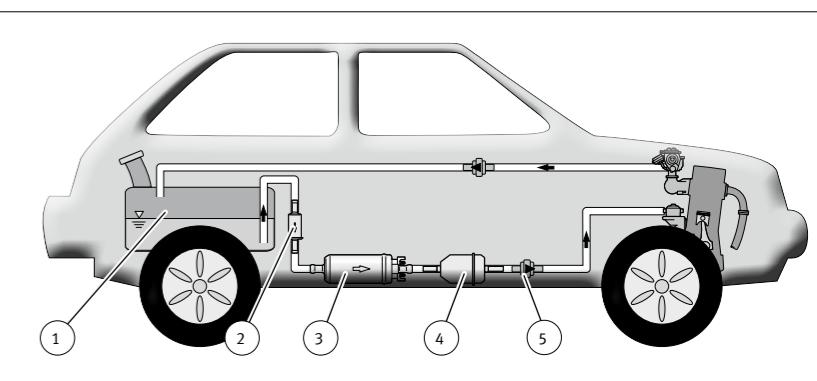
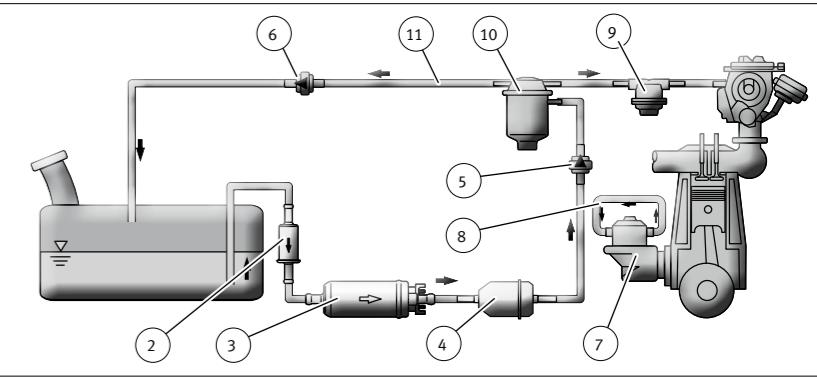

Abb. 1/Fig. 1/Puc. 1/图1
Abb. 3/Fig. 3/Puc. 3/图3
- Comme remplacement d'une pompe à carburant mécanique (oldtimer/youngtimer) (Fig. 3)
- Placer l'E1F (3) dans la conduite.
- La hauteur de refoulement maximale avec les conduites pleines est de 500 mm. C'est pourquoi il est nécessaire de la monter bas (« humide », sous le niveau du liquide) et à proximité du réservoir (1) (voir Fig. 1).
- Le filtre à carburant (4) (filtre fin, filtre papier) doit toujours se trouver côté refoulement, c'est à dire derrière la pompe à carburant, vue dans le sens d'écoulement.
- Un filtre grossier (2) (largeur de maille 60...100 µm) peut être installé en amont de la pompe à carburant (par ex. n° d'article 4.00030.80.0).
- Remplacer ce filtre (2) selon la même périodicité que le filtre à carburant (4).
- Afin que les conduites de carburant ne soient jamais vides, il est recommandé de monter un clapet anti-retour (5) et (6) sur la conduite aller et retour (voir catalogue PIERBURG).
- Взамен механического топливного насоса (транспортные средства моделей прежних лет) (рис. 3)
- Насос E1F (3) устанавливается на трубопроводе.
- Максимальная высота всасывания при заполненных трубопроводах составляет 500 мм. Поэтому он должен устанавливаться в низком положении („мокре“ положение, ниже уровня жидкости) и вблизи бака (1) (см. рис. 1).
- Топливный фильтр (4) (фильтр тонкой очистки, бумажный фильтр) всегда должен находиться со стороны нагнетания, т. е. по направлению потока за топливным насосом.
- Перед топливным насосом можно установить сетчатый фильтр с крупными отверстиями (2) (размер ячеек от 60 до 100 мкм) (например, тов. № изделия 4.00030.80.0).
- Сетчатый фильтр (2) заменяют с такой же периодичностью технического обслуживания, как и у топливного фильтра (4).
- Чтобы топливопроводы не работали вхолостую, в подающий и слийной трубопровод следует монтировать обратный клапан (5) и (6) (см. каталог PIERBURG).
- Пример: взамен механического топливного насоса (рис. 3)**
- «Старый» топливный насос (7) можно обойти или удалить.